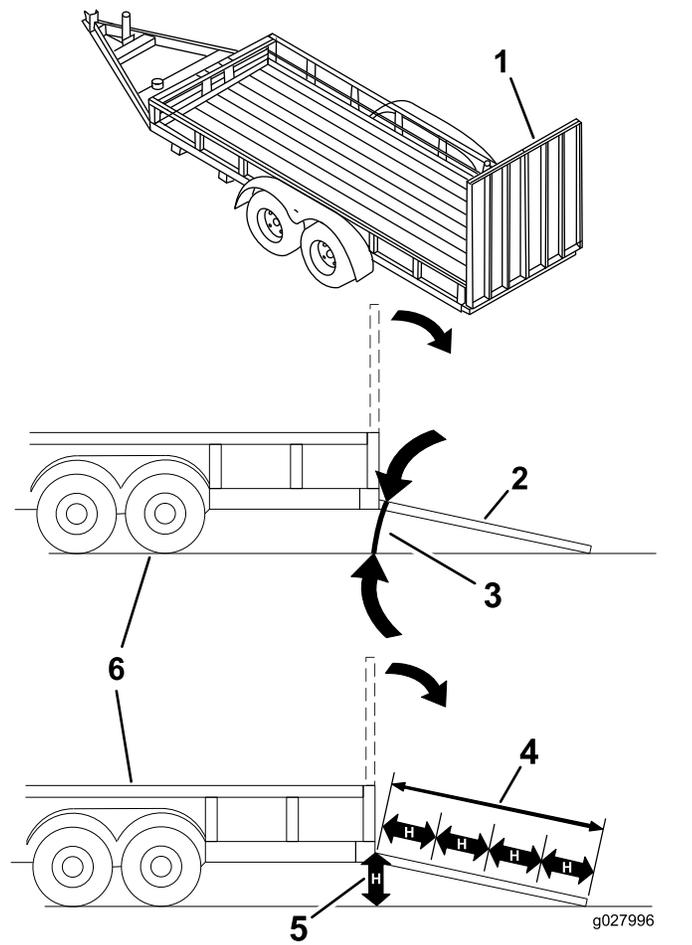

Рисунок 31
При погрузке машины на прицеп или грузовик повышается вероятность опрокидывания, что может привести к получению тяжелой травмы или гибели (Рисунок 31).
3. Опустите наклонный въезд, убедившись, что угол между наклонным въездом и поверхностью земли не превышает 15 градусов (Рисунок 31).
1. Опустите наклонный въезд, убедившись, что угол между наклонным въездом и поверхностью земли не превышает 15 градусов (Рисунок 31).